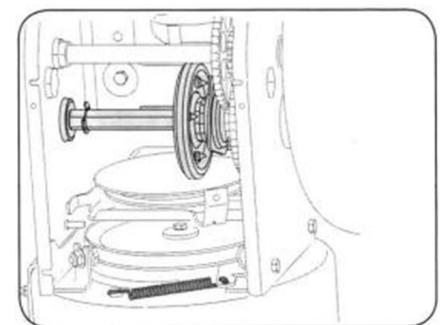

Рисунок 18
2. Нанести тонкий слой всесезонной многоцелевой смазки на шестигранный вал (см. рис. 18).